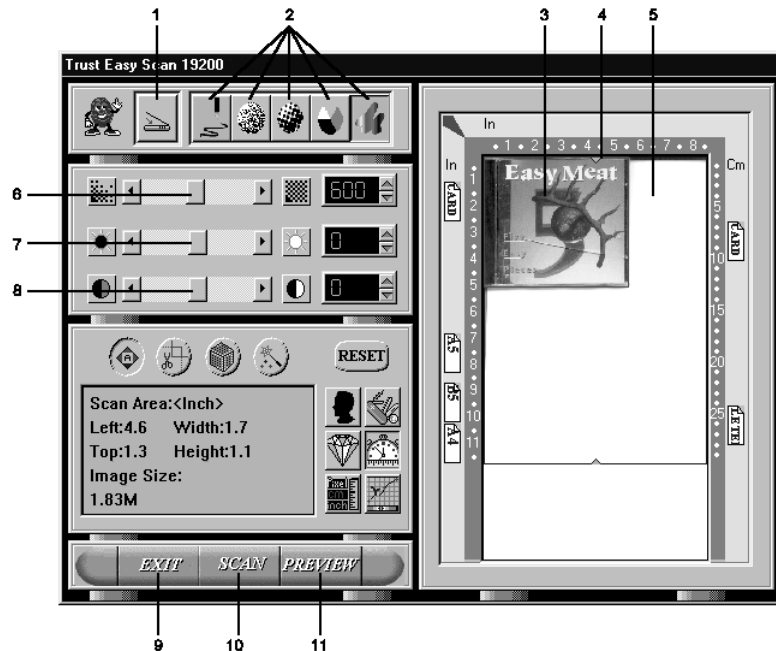

Figura 12: Ventana de TWAIN
6. Aparece la ventana de 'TWAIN'. Véase figura 12.
4. Haga clic en 'GO!' para escanear el texto. Aparece la ventana de TWAIN (véase figura 12).
3. Pulse el botón 'Go' (figura 15) de TextBridge. A continuación aparece la ventana TWAIN en la pantalla (figura 12).